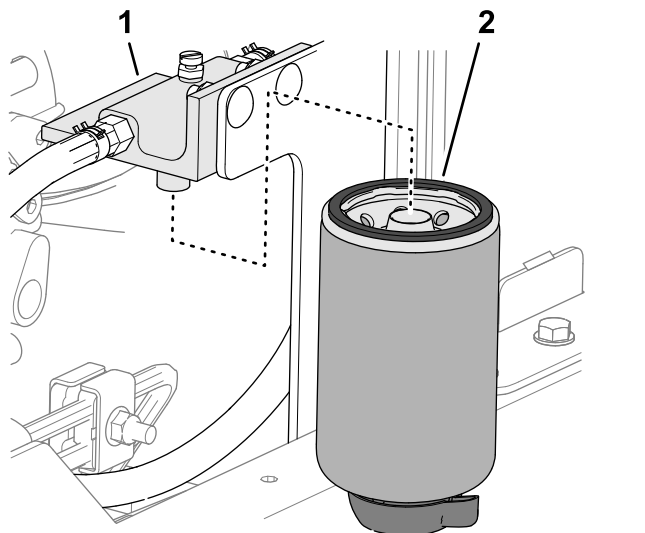

図 85
2. フィルタヘッドとキャニスタを洗浄する **図 85**。